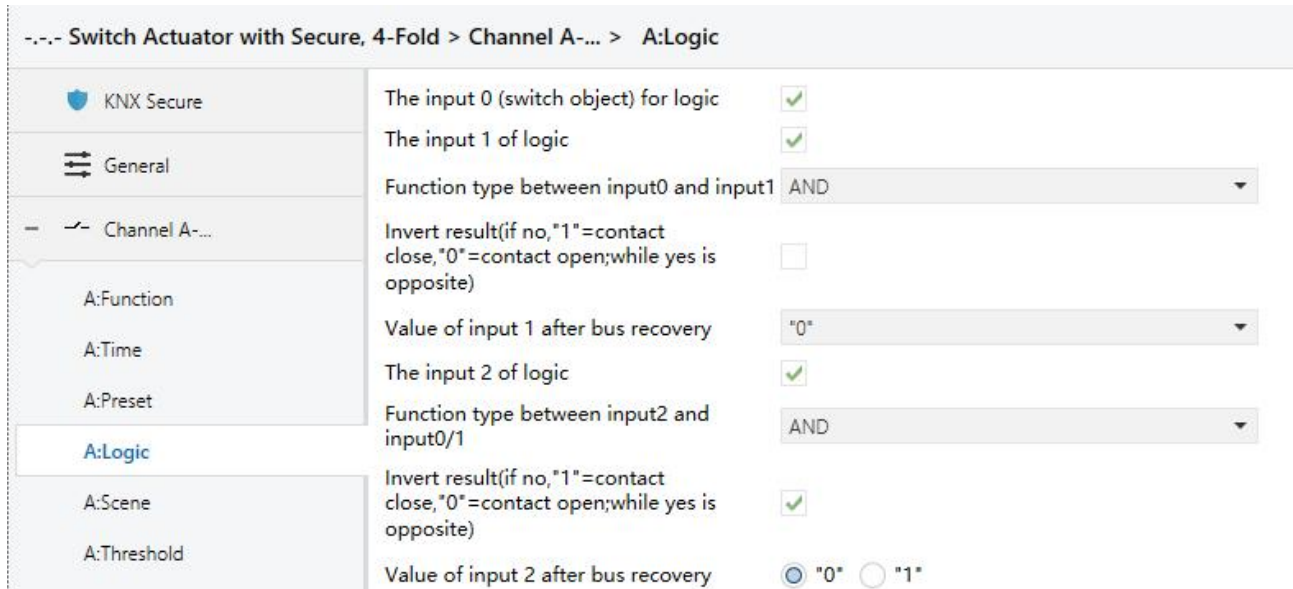

图 4.4.3 X: Logic 设置界面
在如图 4.4(2) 所示的参数设置界面中参数“Function of ‘logic’ for switch” 选择使能时将出现如图 4.4.3 所示的逻辑运算功能设置界面。